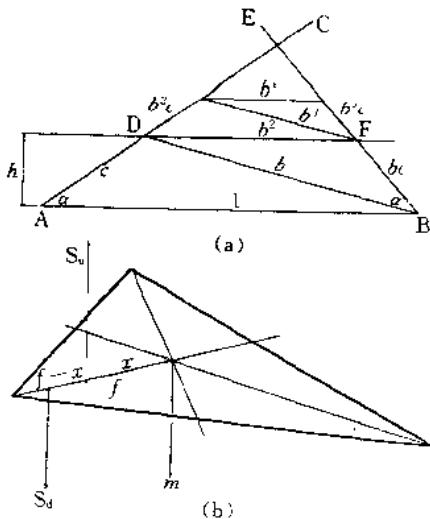

图 11 “三边攀登”单元件的下料及其平衡方法
2、三边攀登 三边攀登属板/片魔摆,用最简单的三角形依靠空间的平衡串联而成。图 11(a)表示从一个大三角形分割出一族相似三角形,分割的步骤如下:
由图 11(a) 可知: 第一个三角形 ABD 的最长边 $AB=1$, 次长边 $DB=b$, 最短边 $AD=c$ 。而第二个三角形 BDF 反转后与三角形 ABD 相似, 其最长边 $DB=b$, 次长边 $DF=b^2$, 最短边 $BF=b^2c$ 。第二个三角形与第一个三角形的对应边之比为:
三角形的重心位于三边中线的交点。为了便于平衡, 可将挂点 S_n 和悬点 S_m 定于某一中线上, 图 11(b) 表示的是第 n 个三角形, 其挂点上悬挂第 $n+1$ 至第 N 个三角形(这里设定一族三角形的总数是 N), 挂点距重心 CG 的距离定为 f 。设悬点距重心的距离为 x , 可由力矩平